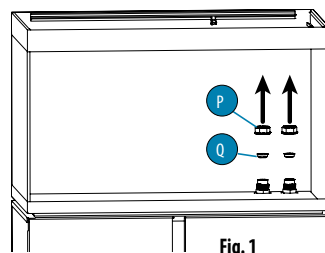

Fig. 1
1. Desenrosca con la mano el tapón (P) y saca el tapón (Q) de la abertura (O) (Fig. 1).
1. Desenrosca con la mano el tapón (P) y saca el tapón (Q) de la abertura (I) (Fig. 1).